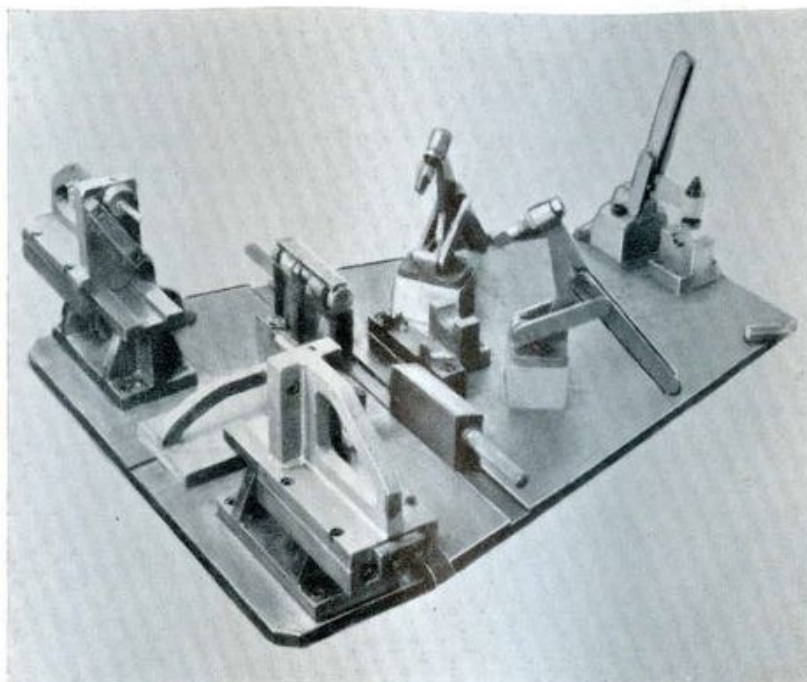

Fig. 55
a) RADDRIZZATURA DELLA FORCELLA, attrezzo n. 59651 fig. 55.